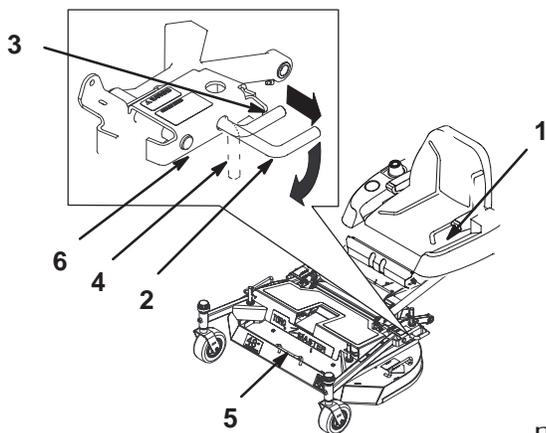

Figure 20
3. Sortez la goupille de verrouillage et tournez-la dans la fente pour la maintenir en position de déblocage (Fig. 20). Répétez la procédure de l'autre côté.
1. Sortez les goupilles de verrouillage et tournez-les dans la fente pour les maintenir en position déverrouillée (Fig. 20).
3. Tournez les goupilles en position de déblocage, puis soulevez le côté du bâti porteur près de la goupille jusqu'à ce que cette dernière s'engage en position (Fig. 20). Répétez la procédure de l'autre côté.